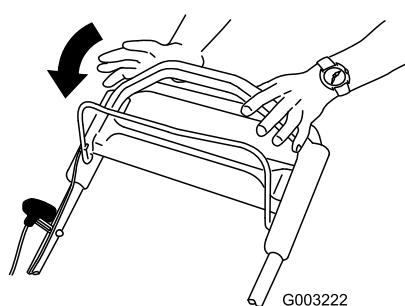

Figure 19
1. Relâchez la barre de commande de la lame (Figure 19).